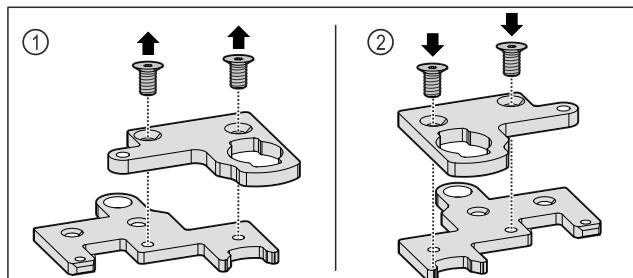

Fig. 35
- ▶ Izjauciet divdaļīgo lokāmo kronšteinu. Fig. 35 (1)
- ▶ Salieciec atkal kopā divdaļīgo lokāmo kronšteinu, pagrieztu par 180°. Fig. 35 (2)